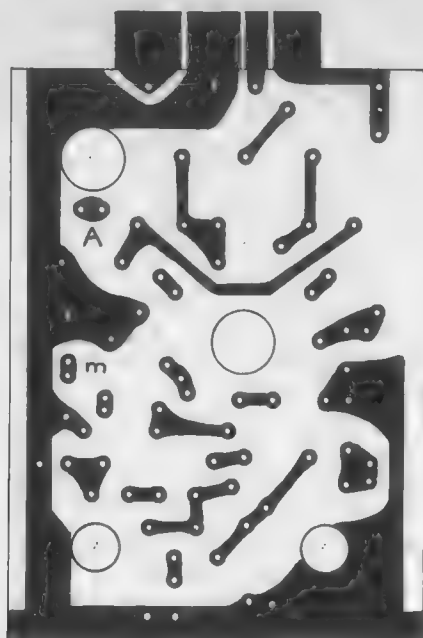
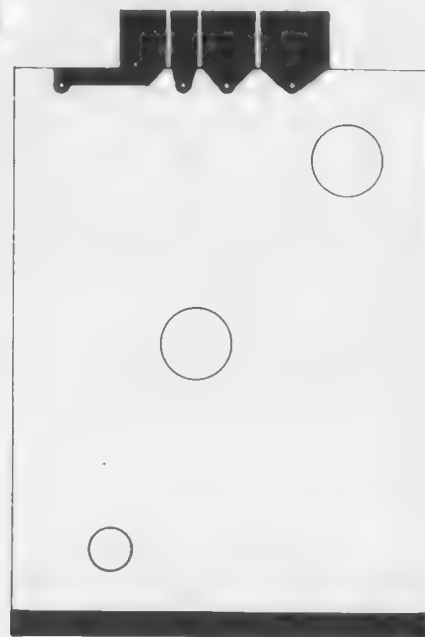

Fig. IV-15. — CI HF3 verso.
Fig. IV-16. — CI HF3 recto.
3. La réalisation Verso : fig. IV-15. Recto : fig. IV-16.
Toujours fabriqué avec la même technique en époxy double face de 15/10. Se reporter à la figure IV-15 pour le tracé et à HF1 pour les détails d'exécution.